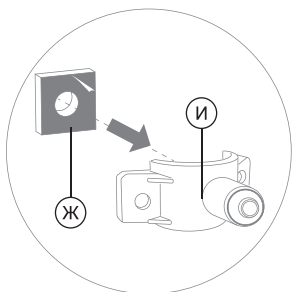

Рис. 8
2. Снимите с уплотнительной прокладки (Ж) защитную пленку. Приклейте прокладку (Ж) с внутренней стороны хомута (И), одновременно совмещая отверстие в прокладке с отверстием в штуцере хомута (рис. 8).